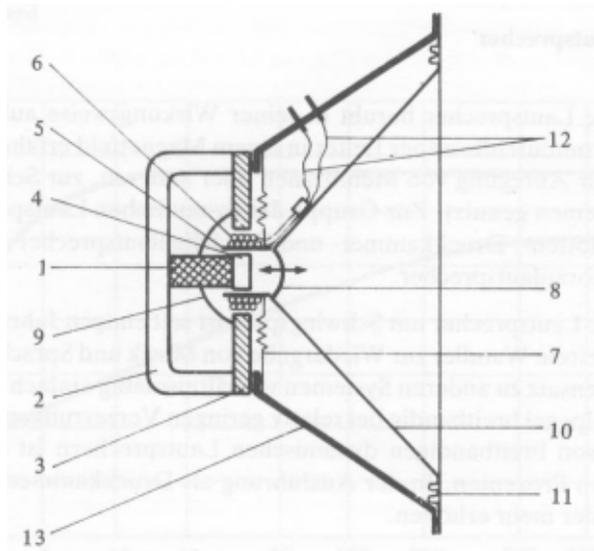

Bild 11: Querschnitt der Konuslautsprechers
Vgl. Bild 11 für die Bedeutung der verwendeten Zahlen!
Bild 11 zeigt den Querschnitt durch einen Konuslautsprecher, der seinem Namen der konisch geformten Membran (10) verdankt. Die konische Form gibt der Membran die erforderliche Steifigkeit. Der Topfmagnet besteht aus dem Permanentmagneten (1), dem Joch (3), der Polplatte (3) und dem Polkern (4). Im Luftspalt, gebildet durch den Polkern und Polplatte, befindet sich die auf den Schwingspulenträger (5) gewickelte Schwingspule (6), die von dem tonfrequenten Wechselstrom durchflossen wird. Hierdurch wird in der Spule ein magnetisches